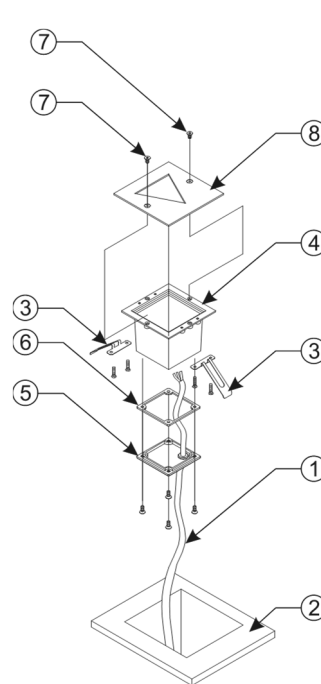
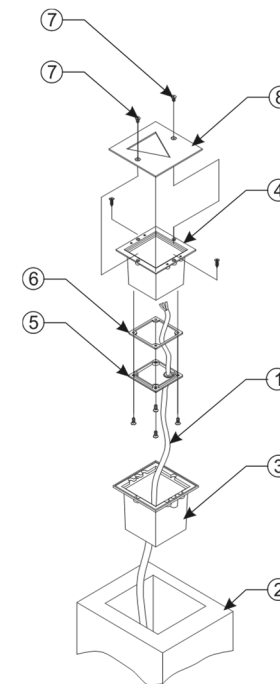

РИС. 1. Монтаж светильника без установочного короба
РИС. 2. Монтаж светильника с установочным коробом
5.2. Монтаж светильника с установочным коробом – Способ №2 (РИС.2)
- a) Перед установкой светильника убедитесь в отсутствии напряжения на питающей кабеле (1);
- b) Подготовьте проем (вырез) в вертикальной монтажной поверхности (2) под установочный короб (3);
- c) Вмонтируйте и закрепите установочный короб (3) в подготовленном проеме, предварительно выведя питающий кабель (1) сквозь установочный короб наружу. Убедитесь в надежном закреплении установочного короба;
- d) Отсоедините заднюю крышку (5) светильника, вывернув крепежные винты.
Внимание! Светильник может быть установлен двумя способами, в зависимости от комплектации, места установки и типа монтажной поверхности (см. РИС.1, РИС.2):
5.1. Монтаж светильника без установочного короба – Способ №1 (РИС.1)
- а) Перед установкой светильника убедитесь в отсутствии напряжения на питающем кабеле (1);
- б) Подготовьте проем (вырез) в вертикальной монтажной поверхности (2) под установку светильника. Оптимальная толщина монтажной поверхности: 15-30 мм;
- в) С помощью винтов прикрепите фиксирующие клипсы (3) к корпусу светильника (4);
- г) Отсоедините заднюю крышку (5) светильника, вывернув крепежные винты.